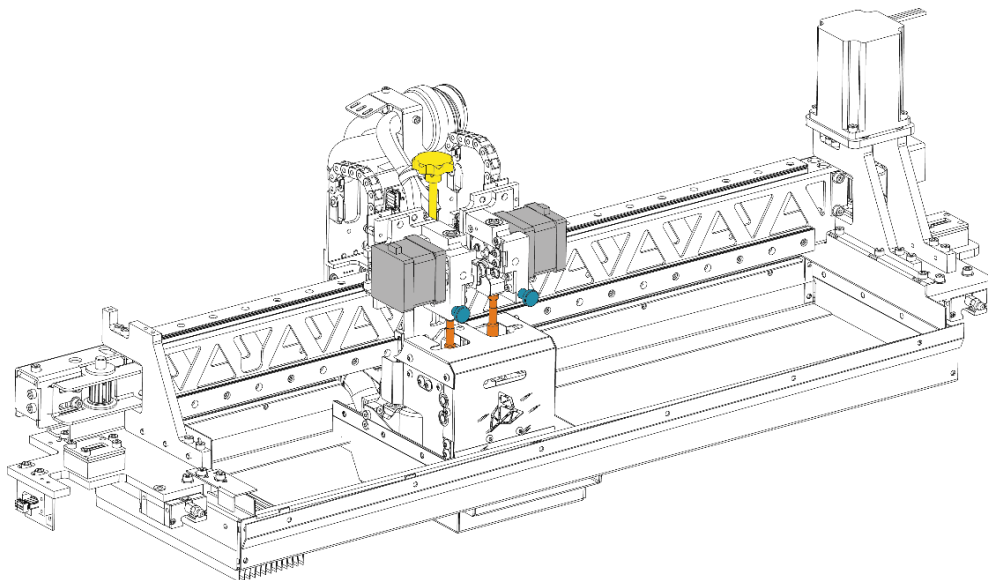
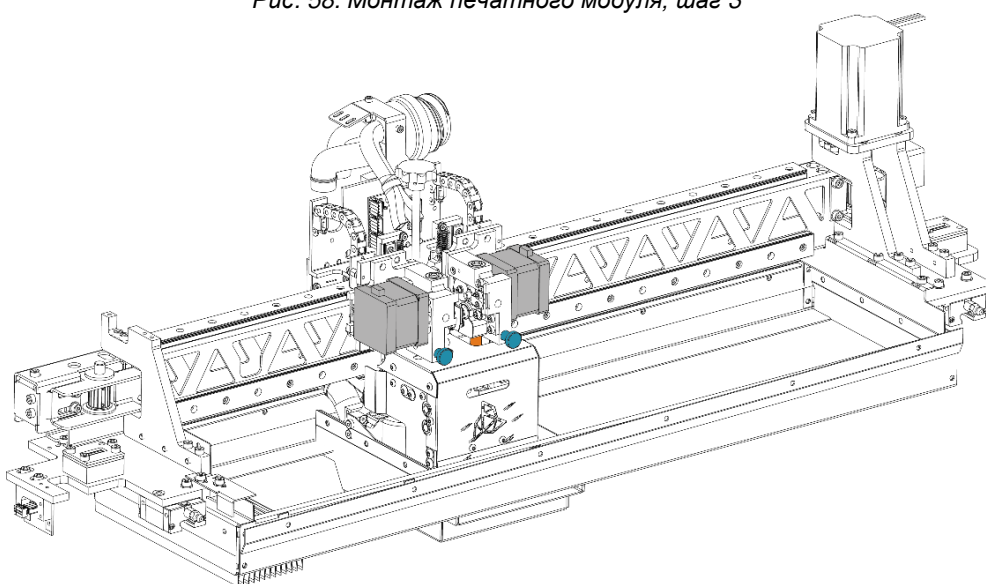

Рис. 58. Монтаж печатного модуля, шаг 3
Рис. 59. Монтаж печатного модуля, шаг 4
9. Затянуть шарообразную ручку над модулем (рис. 58, желтая). Ручка должна быть затянута до упора, чтобы устранить люфт.
10. Нажать и удерживать блокировочный механизм экструдера T0 (рис. 58, синий), затем опустить экструдер T0 и отпустить его (рис. 58, серый). Убедиться, что экструдер заблокирован на втулке рабочего сопла (рис. 58, оранжевая), слегка надавив на него. Правильно заблокированный экструдер останется в нижнем положении (рис. 59, серый).
11. Нажать и удерживать блокировочный механизм экструдера T1 (Рис. 58, синий), затем опустить экструдер T1 и отпустить его (рис. 58, серый). Убедиться, что экструдер заблокирован на втулке рабочего сопла (рис. 58, оранжевая), слегка надавив на него. Правильно заблокированный экструдер останется в нижнем положении (рис. 59, серый).
7. Разблокировать экструдер T0 от втулки хотэнда, нажав на механизм блокировки экструдера T0 (рис. 59, синий). Должным образом разблокированный экструдер будет оставаться в верхнем положении (рис. 58, серый).
8. Разблокировать экструдер T1 от втулки хотэнда, нажав на механизм блокировки экструдера T1 (рис. 59, синий). Должным образом разблокированный экструдер будет оставаться в верхнем положении (рис. 58, серый).